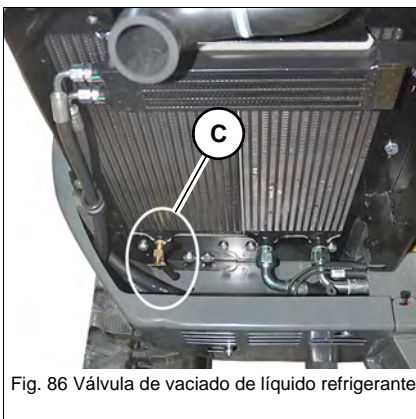

Fig. 86 Válvula de vaciado de líquido refrigerante
8. Abrir la válvula de vaciado de líquido refrigerante **C**; ver Fig. 86.